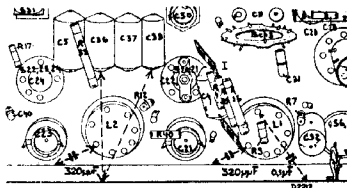

Fig. 3
4. A.S.R. buiten werking stellen door C33 en C36 kort te sluiten (zie fig. 3).
7. 3e kring verstemen met cond. 320 $\mu\mu\text{F}$ tusschen anode L2 en chassis (zie fig. 3).
12. Verstemmingscondensator wegnemen en 1e kring verstemen met cond. 320 $\mu\mu\text{F}$ tusschen anode L1 en chassis (zie fig. 3).
9. Eerste rooster van L1 aarden met condensator van 0,1 μF (zie fig. 3).
4. Eerste rooster van L1 aarden met condensator van 0,1 μ F (zie fig. 3).